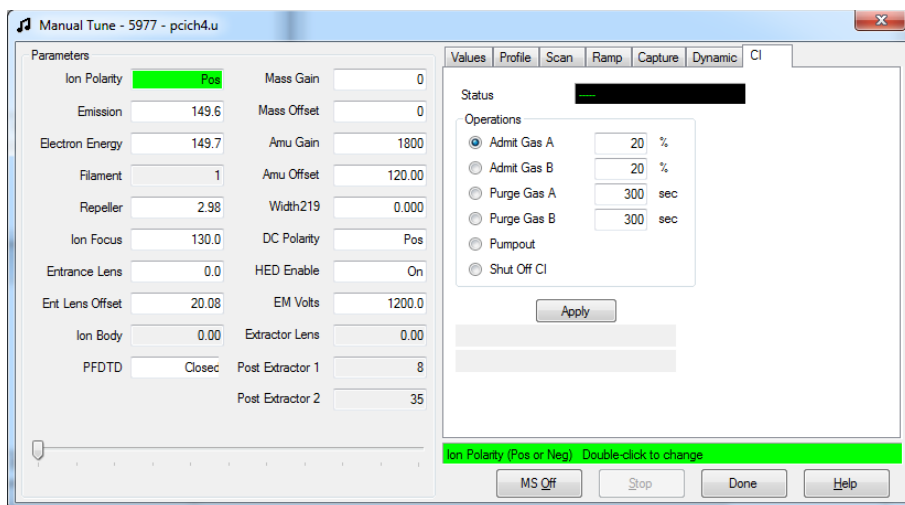

Figure 40 Onglet de CI de réglage manuel
- 1 Dans la boîte de dialogue **Manual Tune** (Réglage manuel), cliquer sur l'onglet **CI** pour accéder aux réglages des paramètres pour le contrôle du flux gazeux d'ionisation chimique. (Voir Figure 40.)